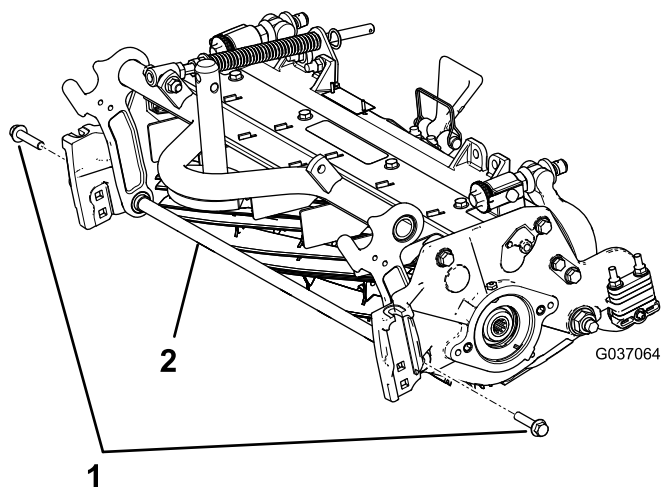

Figura 4
- A. Retire os dois parafusos de cabeça flangeada que prendem a barra de suporte e retire a barra (Figura 4).